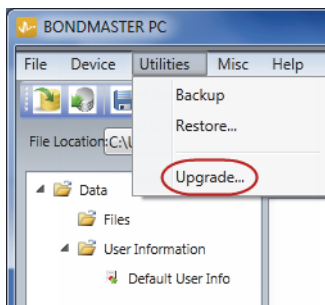

图 7-7 功用菜单
5. 在 BondMaster PC 软件的 **Utilities**（功用）菜单中，选择 **Upgrade**（升级）（参见第 167 页的图 7-7）。